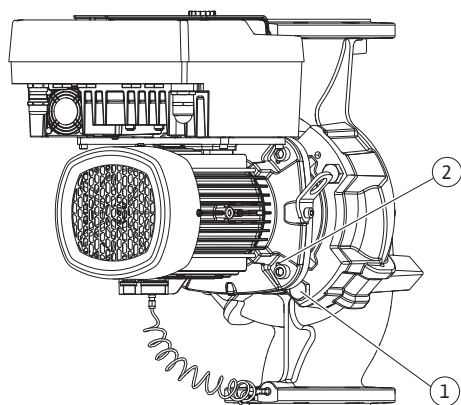

Fig. 111: Abdrücken des Einstecksatzes über Gewindebohrungen (je nach Pumpentyp)
23. Einstecksatz vom Pumpengehäuse abdrücken. Dafür die zwei Gewindebohrungen (siehe Fig. 111, Pos. 1) nutzen.
33. Zum Abdrücken des Einstecksatzes vom Pumpengehäuse die daneben liegenden zwei Gewindebohrungen (Fig. 111, Pos. 1) nutzen und vorhandene oder geeignete bauseits bereitgestellte Schrauben (z. B. M10 x 25 mm) verwenden.